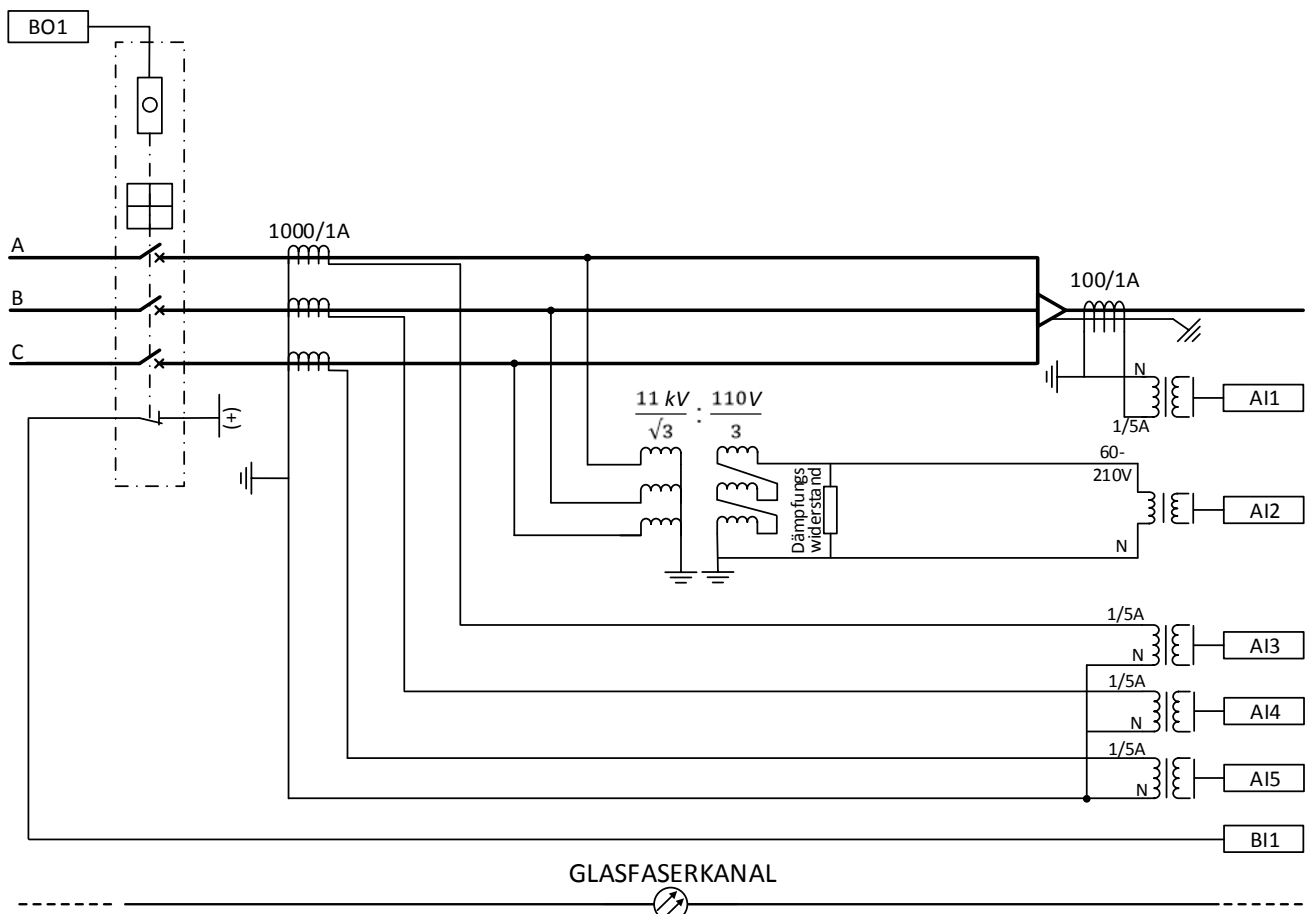

Abb. 86: Relais-Schnittstellen und CT/VT-Anschlüsse für den Beispielfall 1 Relais an Leitungsende A
Abbildung 86 zeigt die Anschlussdetails der Analogeingänge (AI), Binäreingänge (BI) und Binärausgänge (BO) des Relais. CT- und CBCT-Anschlüsse für erforderliche Leiterströme und Summenstrommessung für Leitungsdifferenzial- und gerichteten Erdschlussschutz werden ebenfalls in Abbildung 86 gezeigt. VT-Anschlüsse für Leiterspannungsmessungen und eine offene Dreieckschaltung für Verlagerungsspannungsmessungen werden ebenfalls dargestellt.